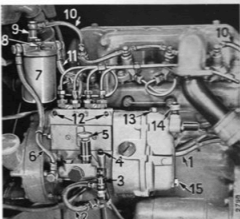
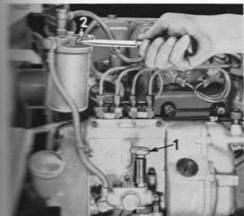
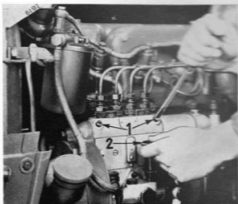

Bild 39. Bränslesystemet.
Bild 43. Luftning av bränslerenare
Bild 44. Luftning av insprutningspumpen
Pumphusets undre del måste vara fylld med motorolja upp till full-märket på oljesticken. Se 4, bild 39. Låt aldrig motorn gå med oljenivån under det undre märket på oljesticken. Kontrollera oljenivån i pumphuset var femtonde drifttimmar, och fyll vid behov på med ny motorolja genom hållet för oljesticken.
Regulatorn skall smörjas med motorolja. Fyll på genom påfyllningslocket (13, bild 39) upp till nivåpluggen (15). Regulatorn rymmer ungefär 150 g.
Vid start av en kall motor dras knappen för tillskottsbränsle ut. Se 14, bild 39. Härigenom får motorn mera bränsle än vad som motsvarar regulatorinställningen.
Matarpumpen pumpar fram bränsle från tanken, genom renaren till insprutningskolvarna. Matarpumpen drivs från insprutningspumpen. Dessutom finns en handpump, 1, bild 43, för inpumpning av bränsle om systemet är tomt. Om handpumpen skall användas, lossas knappen genom vridning åt vänster. Sedan pumpen använts, måste knappen låsas fast genom att vridas åt höger. Se bild 44. Matarpumpen kräver ingen tillsyn utöver rengöring av filtret (3, bild 39), som består av ett finmaskigt trådnät i anslutningsnippeln för ledningen från tanken. Tag bort denna nippel och gör ren filtret och nippeln i bensin.
För att motorn skall fungera korrekt, måste bränslesystemet vara fritt från luft. Luft som under normal drift sugas in från tanken avskiljs från bränslet i renarens överströmningsventil, varifrån den går tillbaka genom läckageoch överströmningsledningen (10, bild 39) till tanken.
Lösa först luftningsskruven på filterkåpan (2, bild 43) några varv. Pumpa med handpumpen (1) tills bränslet strömmar ut fritt från luft vid luftningsskruven. Drag sedan till denna.
Lösa sedan luftningsskruvarna (1, bild 44) några varv. Pumpa sedan med handpumpen tills bränslet som tränger, ut vid luftningsskruvarna är fritt från luft, och drag sedan till skruvarna ordentligt.